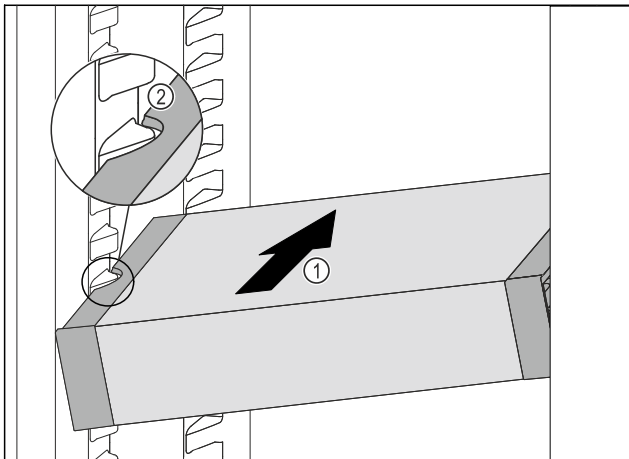

Fig. 92
- ▶ Вкарайте VarioSafe под ъгъл в хладилната част Fig. 92 (1), докато страничните прорези Fig. 92 (2) на VarioSafe се намират на височината на ребро на съда в хладилната част.